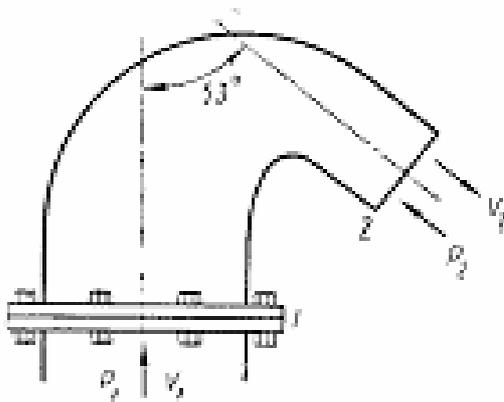

Рис. 8
43. По трубе (рис. 8) выбрасывается в атмосферу воздух с поворотом потока на 127° . В сечении 1 статическое давление $p_1 = 1,3 \text{ ата}$, в выходном сечении 2 давление $p_2 = 1,0 \text{ ата}$. Площадь первого сечения $F_1 = 1 \text{ м}^2$, площадь выходного сечения $F_2 = 0,5 \text{ м}^2$. Температура торможения воздуха $T_0 = 289^\circ \text{ К}$.